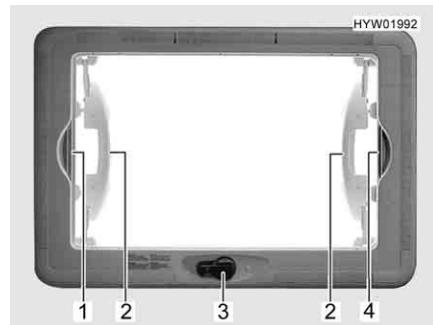

Bild 84 Hebe-Kippdach
- Handkurbel (Bild 84,3) drehen, bis Widerstand spürbar ist (max. Öffnungswinkel 70°).
- Jeweils einen Griff (Bild 84,2) mit einer Hand fassen und Hebe-Kippdach in die gewünschte Stellung bringen.
- Faltverdunklung am Griff (Bild 84,1) zum gegenüberliegenden Griff des Insektenschutzrollos (Bild 84,4) ziehen und einrasten lassen.
- Griff der Faltverdunklung (Bild 84,1) aushängen.
Schließen: ■ Insekenschutzrollo am Griff (Bild 84,4) zum gegenüberliegenden Griff der Faltverdunklung (Bild 84,1) ziehen und einrasten lassen.
Öffnen: ■ Insekenschutzrollo am Griff der Faltverdunklung (Bild 84,1) aushängen.
■ Insekenschutzrollo am Griff (Bild 84,4) langsam zurückführen.